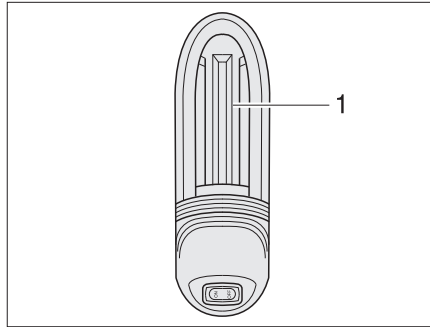

Bild 371 Garagenleuchte
- Leuchtenabdeckung (Bild 371,1) etwas nach oben schieben und abnehmen.